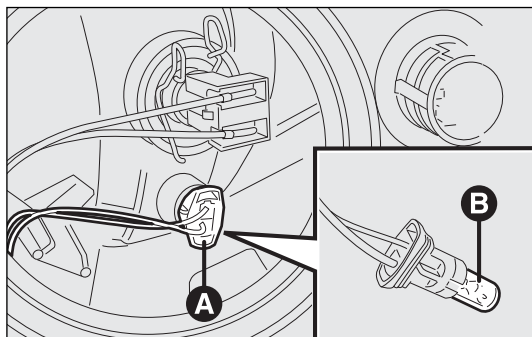

fig. 187
- ☐ extraer el grupo portalámparas A-fig. 187 montado a presión, retirar la lámpara B y sustituirla;
- ☐ volver a colocar el grupo portalámparas A-fig. 187 montándolo a presión;